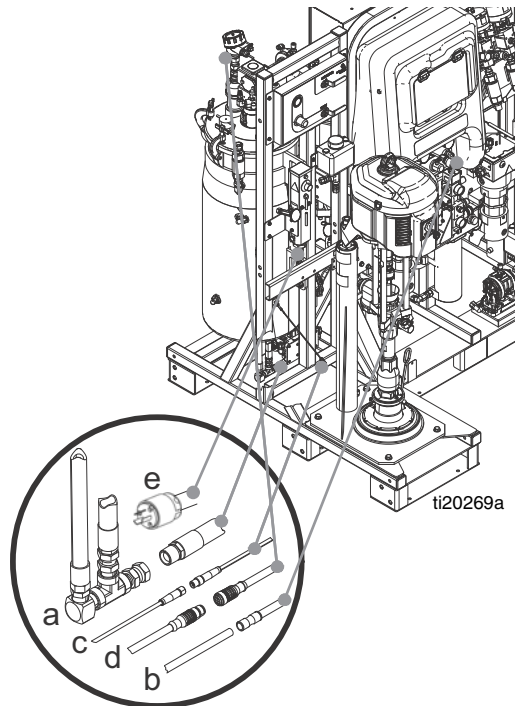

FIG. 14
- a. Raccordez le flexible d'air rouge de 1,27 cm (1/2 po.) au raccord pivot. Reportez-vous à 'a' sur la FIG. 14.
- b. Raccordez le tube de signal pneumatique d'un diamètre extérieur de 6,3 mm (1/4 po.) au tube à l'aide d'un raccord de tube. Il s'agit du signal pilote de la pompe d'alimentation. Reportez-vous à 'b' dans la FIG. 14.
- c. Branchez le petit câble avec un connecteur M8 sur le connecteur M8 d'accouplement. Reportez-vous à 'c' sur la FIG. 14.
- d. Branchez le câble large avec un connecteur M12 sur le connecteur M12 d'accouplement. Il s'agit du raccord du capteur de niveau. Reportez-vous à 'd' sur la FIG. 14.
- e. Branchez le câble d'alimentation sur le connecteur d'alimentation d'accouplement. Reportez-vous à 'e' sur la FIG. 14.